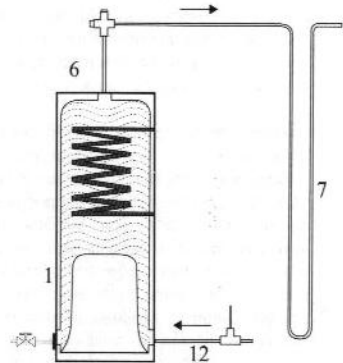

Рис. 8
1. Применение V-образного узла (Рис. 8).